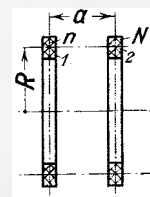

Bild 5. Zwei Spulen, parallel, koaxial
Konstrukteure, die an ihren Teilern einen Sägezahn ausgang haben wollen, wählen meist einen Sperrschwingerteiler, wie ihn Bild 5a darstellt. Eine manchmal benutzte Abwandlung besteht darin, mit einem Rechteckteiler zu beginnen und dessen Ausgangsspannung mit der Schaltung nach Bild 5b in einen Sägezahn umzuwandeln. Sowohl der direkte Sägezahn-teiler als auch die Schaltung mit umgewandelter Rechteckwelle verlangen für den Aufbau eine Auswahl der integrierenden Kondensatoren für die verschiedenen Frequenzen, wie dies in Klammern unter Bild 5 angegeben ist.
**Fall 2a. Zwei Spulen, parallel, koaxial: Wicklungsquerschnitt klein (Bild 5)**